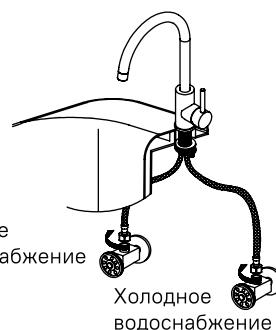

Рис. 4
- Подключите гибкую подводку к системе водоснабжения. Рекомендуется подключение холодной воды справа, горячей – слева (рис. 4). При затяжке накидных гаек необходимо придерживать рукой шланг гибкой подводки. Гибкую подводку в корпус смесителя необходимо устанавливать только вручную, не применяя инструментов и не прилагая чрезмерных усилий, т.к. это может привести как к повреждению гибкой подводки, так и смесителя.